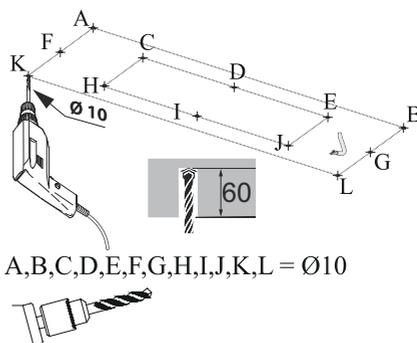

Fig. 18
3. ➤ Praticare nei punti segnati sullo schema di installazione, dei fori a cui l'apparecchio sarà montato (A,B,C,D,E,F,G,H,I,J,K,L) con una punta di Ø10mm. La profondità del foro deve essere di almeno 60 mm (Fig. 18).